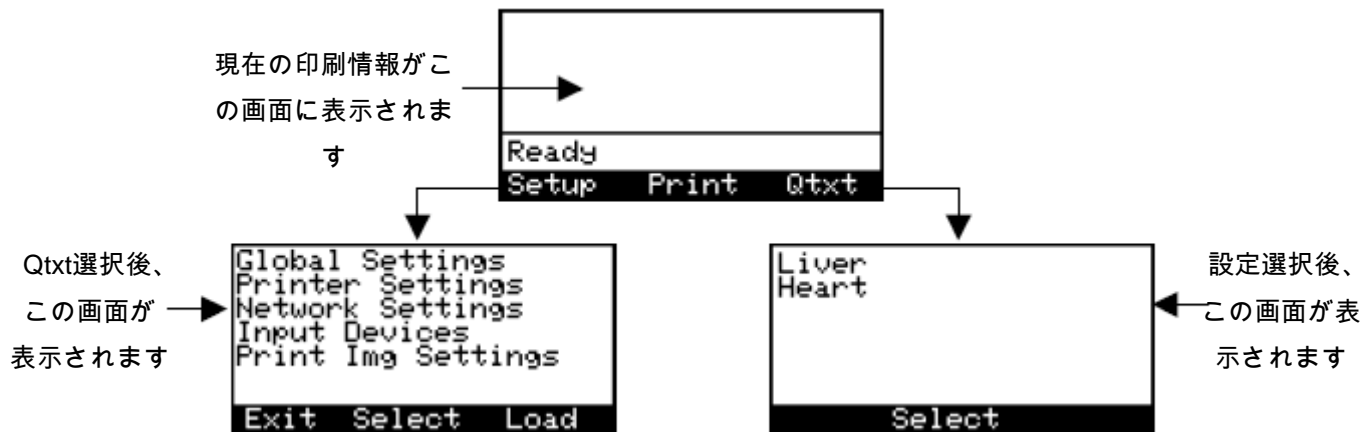

図9 - 初期化とメインメニューのオプション
- 1.5. 以下の図のようにSlideMate (スライドメイト) ユニットにリボンを通します。設定メニューの右ボタンを押して取り付け機能を選択してから、手でリボンのピックアップ・リールを巻き付け、リボンにたるみがないようにします (図9参照)。
- 2.1. 設定メニューにアクセスし、印刷対象の情報を選択します(図9参照)。情報をフォーマットするには、**Print Img Settings (印刷画像設定)**を使用します。データとテキストのフォーマットに関する詳細は第3項を参照してください。